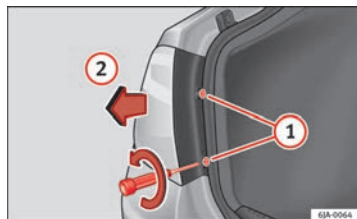

Abb. 156 Ausbau der Heckleuchte im Seitenteil
hen) die beiden Befestigungsschrauben im vorderen Bereich der Leuchte ⇒ Abb. 156 ①. Achten Sie darauf, die Schrauben nicht zu verlieren.
- Ziehe Sie die Heckleuchte nach hinten (⇒ Abb. 156 ②), bis die Heckleuchte sich aus der Aufnahme gelöst hat.